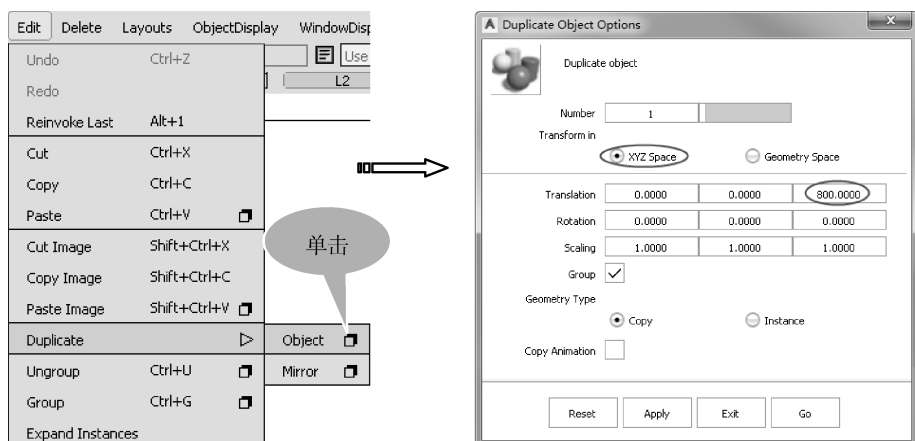

图 3-50 打开创建副本对话框
- 17 选择【Pick object】工具，在视图窗口中按住鼠标左键拖动，用选取框框选所有的面，在菜单栏中单击【Edit】|【Duplicate】|【Object】命令右侧的小方框，打开对象副本选项对话框。在打开的对话框中进行参数设置，单击【Go】按钮，如图 3-50 所示。